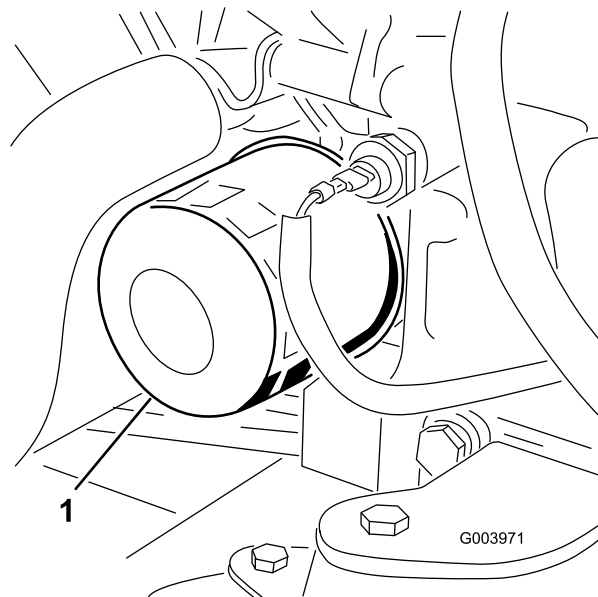

Figura 41
3. Retire el filtro de aceite (Figura 41).